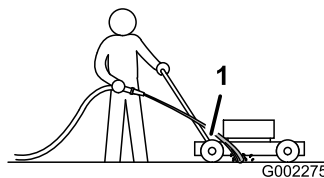

Figure 34
3. Tenez le tuyau d'arrosage à hauteur du guidon et dirigez le jet d'eau vers le sol, juste devant la roue arrière **droite** (Figure 34).